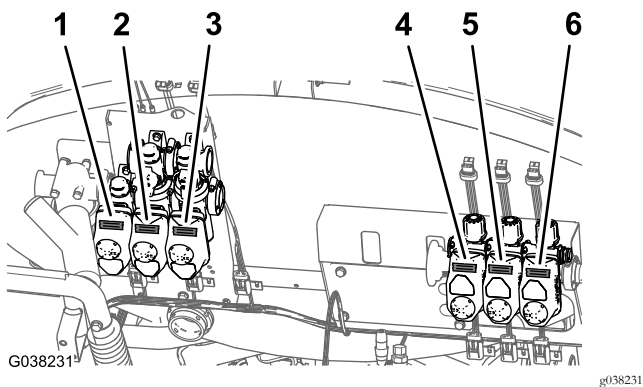

图51
1. 如图51所示用胶带条标注阀门致动器的位置。
1. 如 图51 所示将在 拆卸阀门致动器 \(页码 20\) 的步骤 1 中确定的阀门致动器与歧管阀位置对齐。